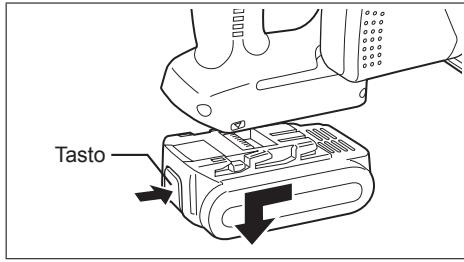

Fig. 3
- Per rimuovere il pacco batteria (Vedere la fig. 3)